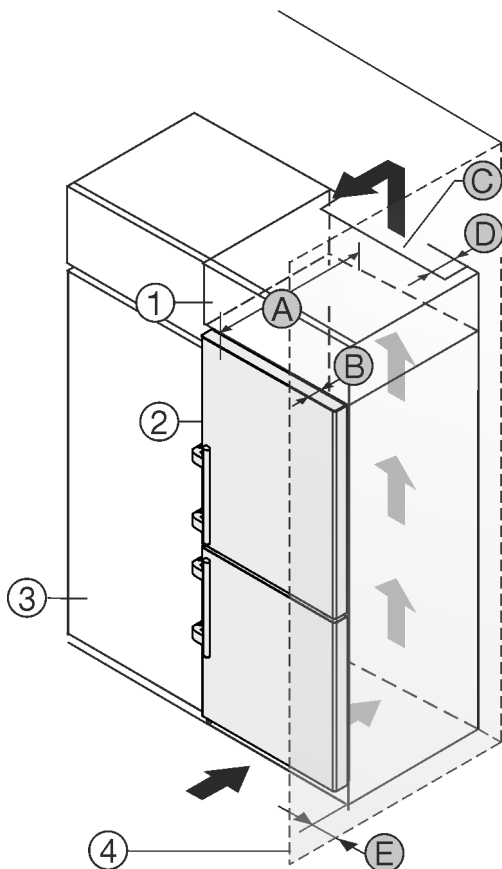

Fig. 2
- (1) Overskab\*
- (2) Apparat\*
- (3) Køkkenskab\*
- (4) Væg\*
- (A) Apparatdybde\*
- (B) Dørens dybde\*
- (C) Ventilationstværsnit\*
- (D) Afstand, apparatets bagside\*
- (E) Afstand til apparatets side\*
Du kan opstille apparatet direkte ved siden af køkkenskabet *Fig. 2 (3)*.\*
På bagsiden af overskabet skal der være en ventilationskanal med dybden *Fig. 2 (D)* over hele overskabets bredde.\*
Ventilationstværsnittet *Fig. 2 (C)* under rummets loft skal overholdes.\*
Hvis apparatet opstilles med hængslerne ved siden af en væg *Fig. 2 (4)*, skal afstanden mellem apparatet og væggen være mindst 57 mm. Dette svarer til det, som grebet rager frem, når døren er åben.\*
For at døren kan åbnes helt, skal apparatet rage frem med dørens dybde *Fig. 2 (B)* i forhold til køkkenskabetets forside. Apparatet kan rage mere ud afhængigt af køkkenskabenes *Fig. 2 (3)* dybde og anvendelsen af vægafstandsholdere.\*